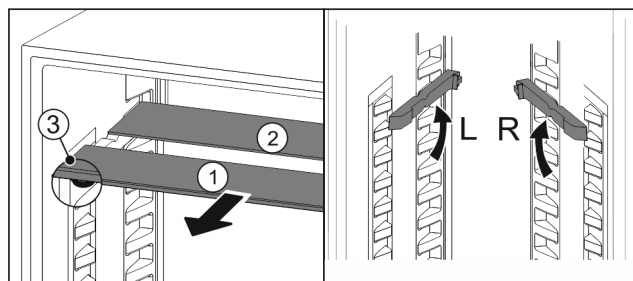

Fig. 73
- Glasplatten einzeln nach vorne herausziehen Fig. 73 (1).
- Glasplatte Fig. 73 (1) mit Zierleiste liegt vorne.
- Stopps Fig. 73 (3) zeigen nach unten.